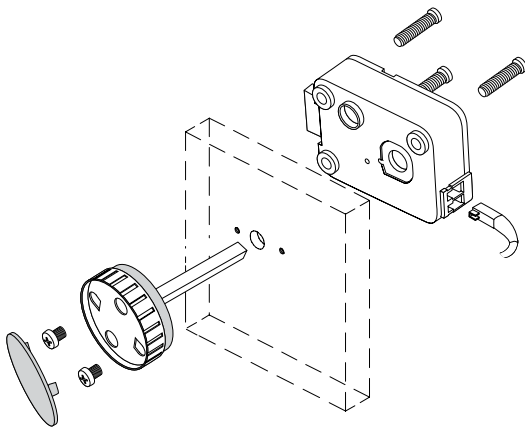

Abbildung 8
Für die Benutzung von Deadbolt- bzw. Springboltschlössern wird eine Methode für das Zurückziehen des Riegels benötigt. Wir empfehlen dazu die Verwendung der Drehknopfeinheit - P/N 2666 - (Abbildung 8).
4. Die Drehknopfeinheit mit den zwei Kreuzschlitzschrauben 8-32 X 5/16 befestigen. (Abbildung 8)
7. Schliessen Sie das Kabel von der Eingabeeinheit direkt an den mit "ENT" markierten Anschluss am Schloss an (Abbildung 8).